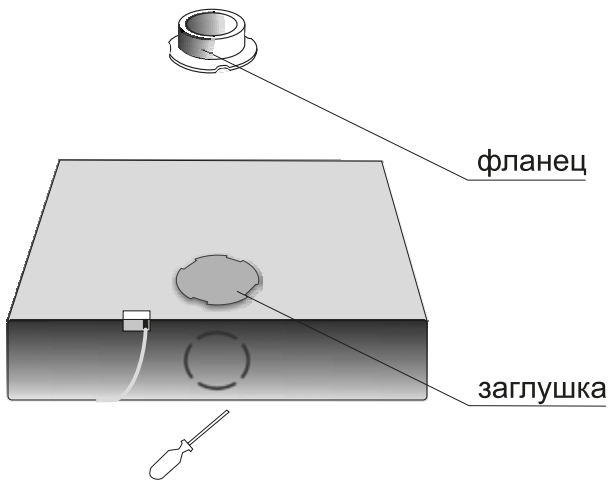

Рис. 4
- В верхней и задней стенках короба воздухоочистителя имеются отверстия (рис.4), предназначенные для отвода воздуха наружу при помощи трубы, которая присоединяется к воздухоочистителю через фланец. Отверстие на задней стенке по контуру обозначено вырубленным элементом, который перед установкой фланца необходимо удалить при помощи отвертки или другого инструмента.
При данном режиме работы воздухоочистителя отверстие на верхней поверхности воздухоочистителя должно быть закрыто заглушкой (рис.4).
При данном режиме работы воздухоочистителя в одно из выходных отверстий корпуса установить фланец, на который закрепить трубу (продается отдельно). Если фланец установлен в отверстие на задней поверхности воздухоочистителя, то отверстие на верхней поверхности воздухоочистителя нужно закрыть заглушкой (рис.4).